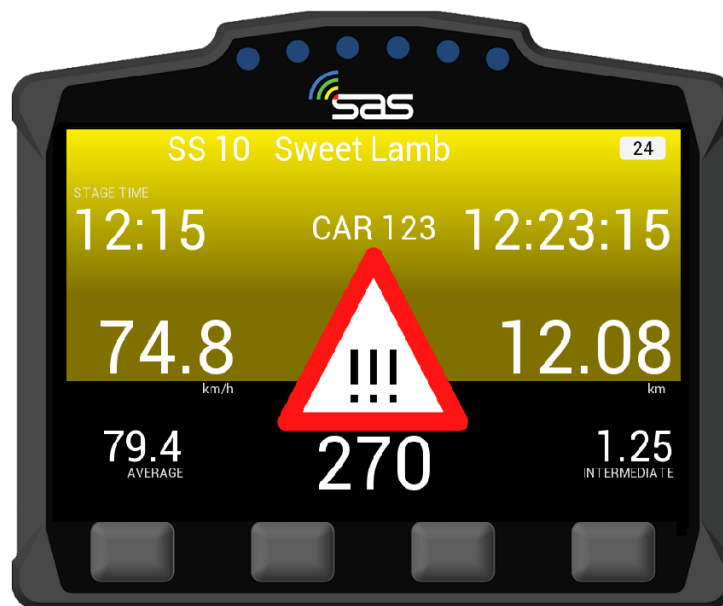

BILD 21: Warnung - Fahrzeug steht auf / neben der Strecke, Status noch nicht bestätigt **HAZARD**
1. Fahrzeug steht auf / neben der Strecke – Status noch nicht bestätigt **HAZARD** [Bild 21]
Nähern Sie sich diesem Fahrzeug vorsichtig, da die Strecke teilweise oder komplett blockiert sein könnte [Bild 21].